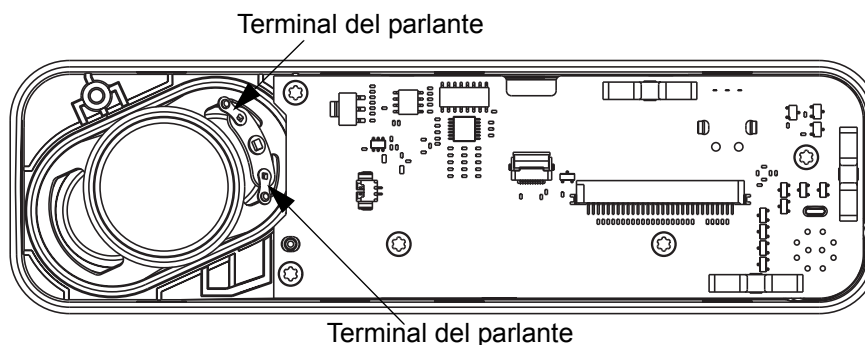

Figura 5-25 Conjunto del parlante
- a. Coloque el parlante en el conjunto de la unidad de control como se muestra en la Figura 5-25.